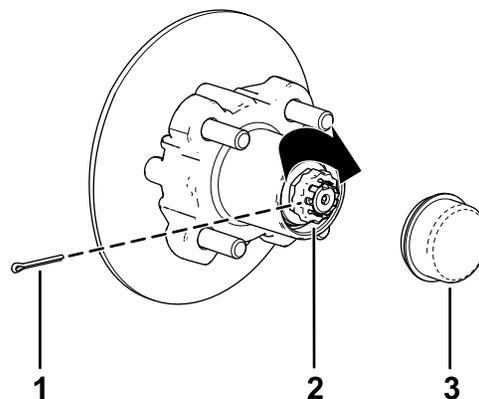

Рисунок 37
- Установите держатель поверх гайки и проверьте совмещение паза в держателе с отверстием в оси под шплинт (Рисунок 37).
- Установите шплинт и загните обе лапки вокруг держателя (Рисунок 37).
- Установите пылезащитную крышку на ступицу (Рисунок 37).